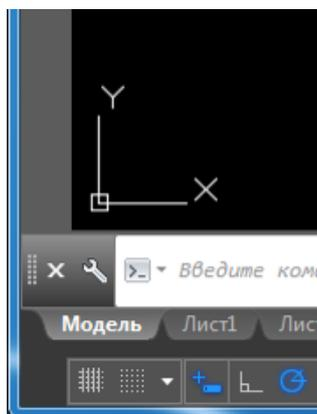

Рис. 1.
2. В новом чертеже по умолчанию установлена Мировая система координат (МСК). Знак ее находится в левом нижнем углу графического поля (рис.1), если в пределах видимости на экране в графическом поле **нет** начала координат – точки с координатами (0,0). Знак МСК привязан к началу координат, если точка с координатами (0,0) **присутствует** в пределах видимости в графической зоне (и если для знака сделаны соответствующие установки).